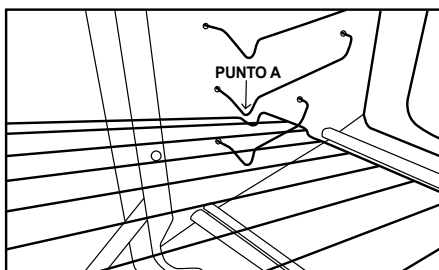

Fig. 2
2. Far scorrere il ripiano leggermente in avanti finché il bordo non supera il PUNTO A (Fig. 2).